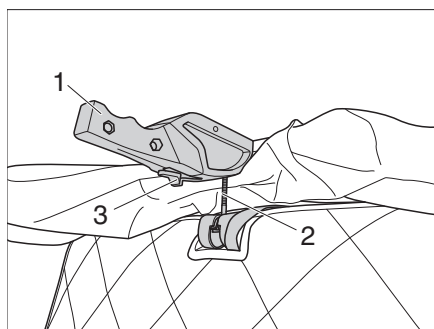

Figura 26 Apretar el bloqueo
- ▷ Antes de comenzar el viaje, verifique que los pernos (Figura 26,2) de los cierres de la izquierda y la derecha estén correctamente tensados. Si es necesario, ajuste el dispositivo de bloqueo de acuerdo con las instrucciones del fabricante.
- Empujar el perno (Figura 26,2) en el soporte.
- Presionar los cierres (Figura 26,1) de la izquierda y de la derecha hacia arriba.
- Compruebe que el perno (Figura 26,2) no tenga holgura y que la palanca de seguridad (Figura 26,3) esté encajada.